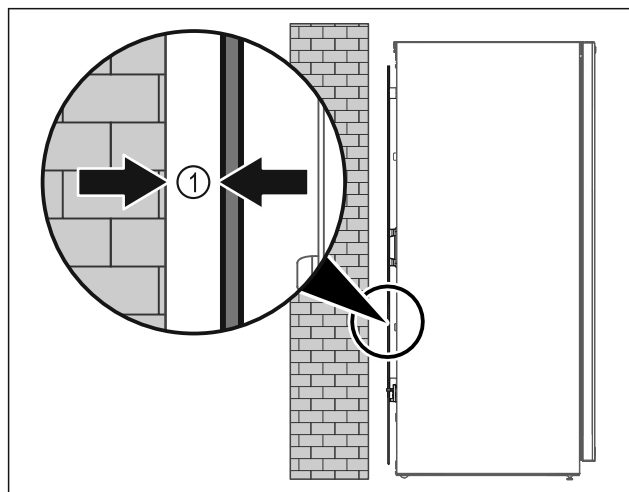

Fig. 4
- Still opp apparatet enten fritt i rommet eller direkte på en vegg med en minimumsavstand på 5 mm Fig. 4 (1).